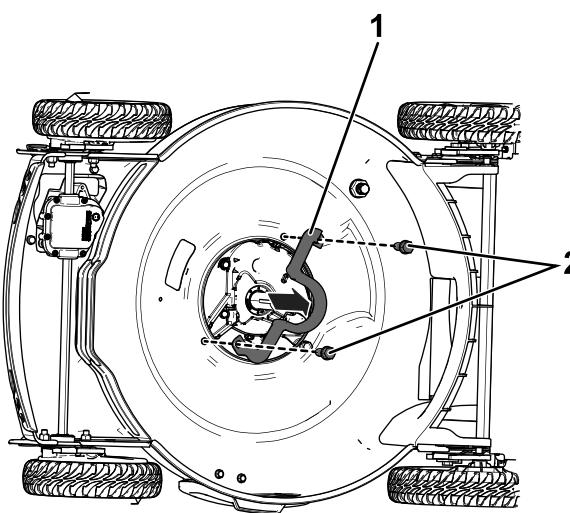

図 5
9. ベルトガイド金属製を止めているボルト2本を外して、このベルトガイドとボルトを廃棄する図 5。